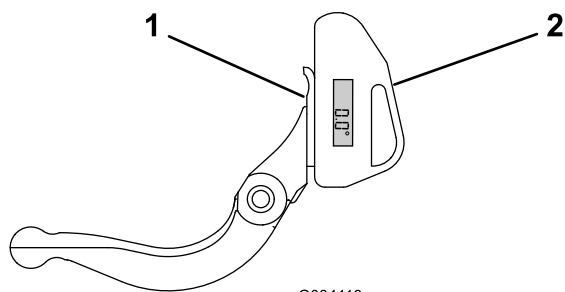

Figure 27
1. Placez l'indicateur d'angle sur la face inférieure de la contre-lame, comme illustré à la Figure 27.